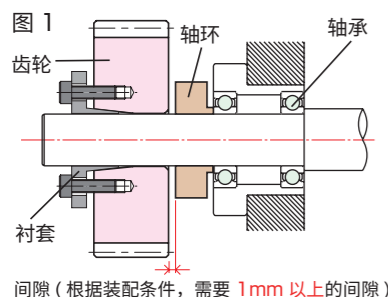

图 1 间隙 (根据装配条件, 需要 1mm 以上的间隙)
- ② 请将连接部的孔和轴表面的垃圾、污渍、油分用稀释剂等擦拭干净，然后轻轻涂抹一层液压油 #68。涂抹钼类油或含添加剂的油会导致紧固转矩降低及打滑，请避免使用。
- ③ 使衬套的肩部与齿轮紧贴的同时完全插入轴中进行连接。此外，齿轮的背面侧需要保留 1mm 以上的间隙，否则将无法拆卸。(图 1)